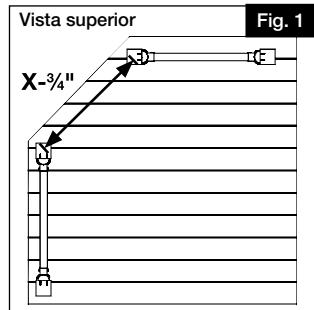

Fig. 1
1. Mida la distancia entre el poste desde las esquinas interiores (Fig. 1) que utilizará el adaptador premoldeado y el siguiente poste. Reste $\frac{3}{4}$ " de esa distancia y esa será la longitud que necesitará para cortar sus travesaños superior e inferior (Fig. 1).